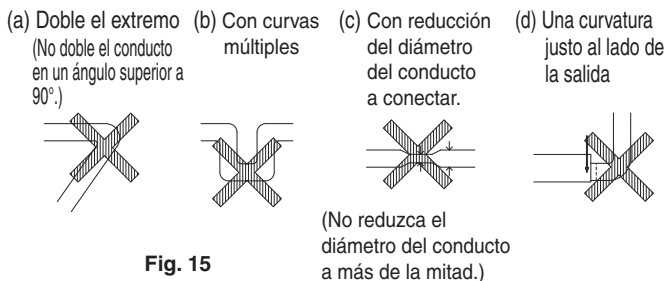

Fig. 15
- No conecte los conductos del modo indicado en la Fig. 15.